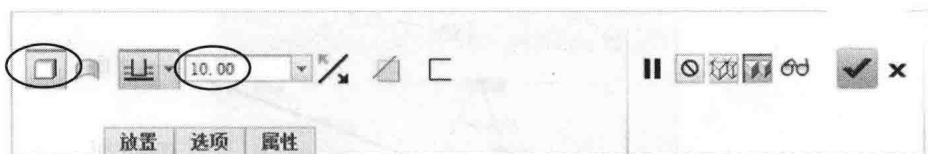

图 1-10 “拉伸”操控板
(14) 单击“确定”按钮，在操控板中选取“拉伸为实体”按钮，深度类型选“盲孔”选项，深度为 10mm，如图 1-10 所示。